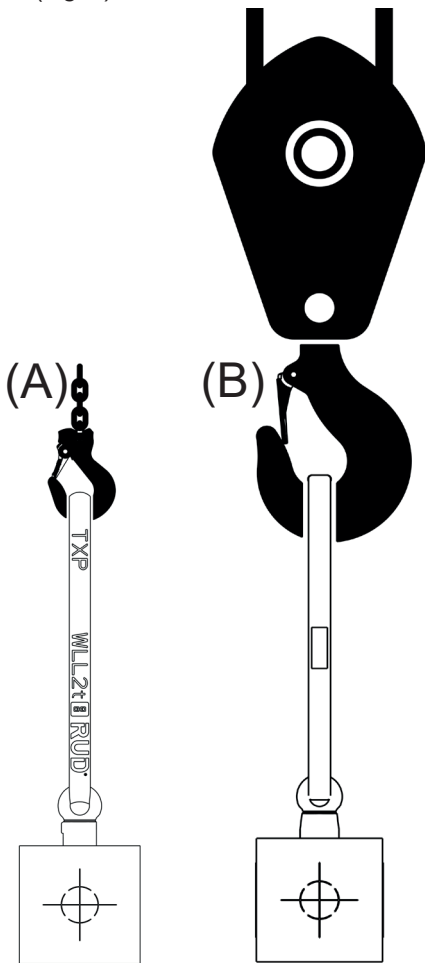

Fig. 1: Ejemplos de aplicaciones:
- Enganche la eslinga tubular TXP siempre directamente en el cáncamo o en el gancho de la grúa (Fig. 1).